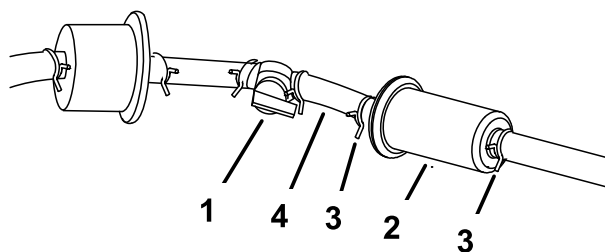

Figure 43
4. Fermez le robinet d'essence (Figure 43).
5. Pincez les extrémités des colliers et faites glisser ceux-ci pour les éloigner du filtre (Figure 43).
7. Posez un filtre neuf et rapprochez les colliers de fixation du filtre (Figure 43).
3. Fermez le robinet d'essence (Figure 43).
4. Desserrez le collier de serrage au niveau du filtre à carburant et éloignez-le du filtre en le poussant le long de la conduite d'alimentation (Figure 43).
5. Débranchez les conduites d'alimentation du filtre à carburant (Figure 43).
7. Raccordez la conduite d'alimentation au filtre. Rapprochez le collier de serrage du filtre pour fixer la conduite d'alimentation (Figure 43).